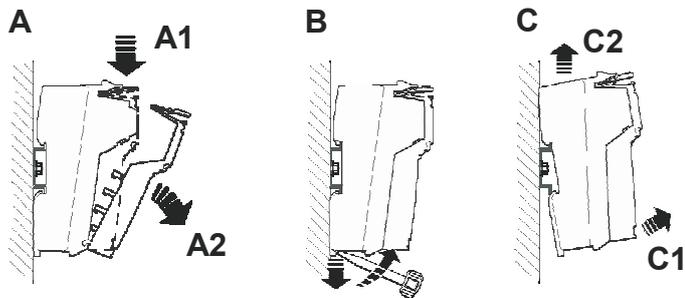

Рисунок 2-13 Демонтаж контроллера Inline
- Нажмите на язычок фиксатора сверху штекера (Рисунок 2-13, A1).
- Извлеките штекер (Рисунок 2-13, A2).
- Вставьте инструмент (жало отвертки) в отверстие фиксатора и потяните фиксатор вниз (Рисунок 2-13, B). Снимите контроллер с монтажной рейки (C1, C2).